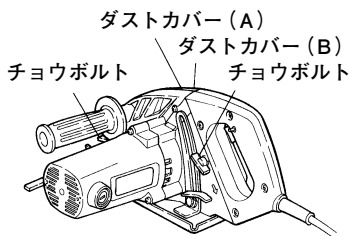

図 11
- (1) チヨウボルト (2本) をゆるめ、ダストカバー (A) と (B) をはずします。(図 11)